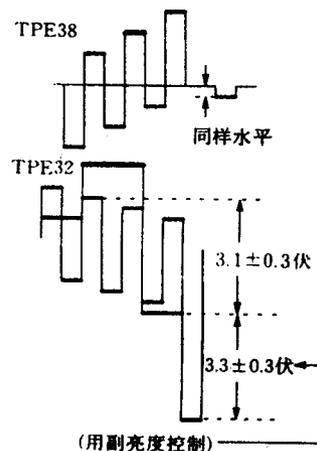

图 17
1. 调整 L 650, 以获得如图 17 所示的波形。
5. 确认波形是否如图 17 所示。